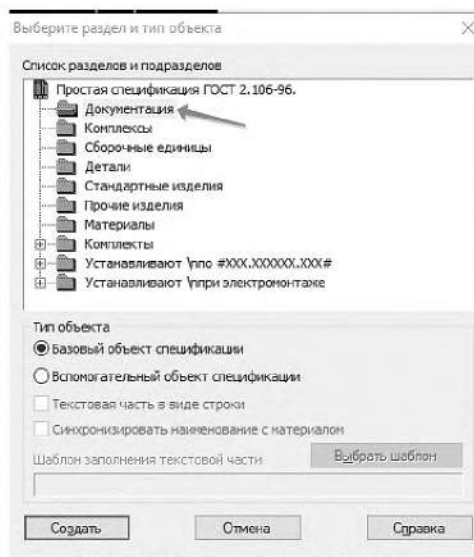

Рисунок 4.65. Выбор раздела
3.6.3 В списке разделов укажите Документация и нажмите кнопку **Создать** (рисунок 4.65).